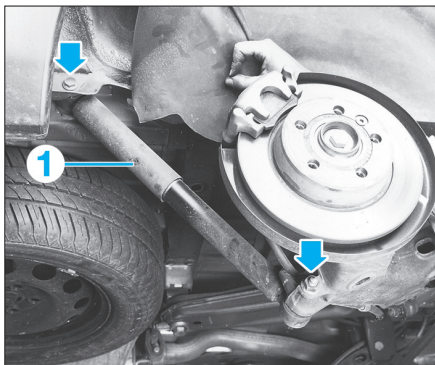

Fig. 32
- la vis de fixation supérieure d'amortisseur (flèche) (Fig.32),
- l'amortisseur (1).